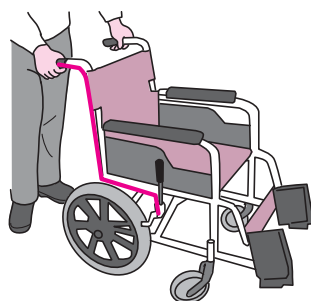

図 5-15 タイヤにバーを押しつけるブレーキは速度を調整しにくい
- 介助者用のブレーキは、後輪車軸に内蔵されているタイプにしましょう。タイヤにバーを押しつけるブレーキは速度の調整が難しく、またブレーキが緩みやすいといえます。(図 5-15)